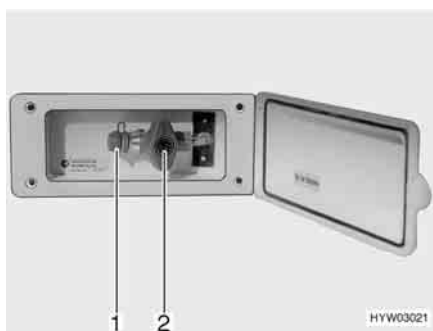

Fig. 95 Presa gas esterna, rubinetto di arresto del gas chiuso
La presa gas esterna (Fig. 95) si trova, a seconda del modello, nella parte posteriore o sul lato destro o sinistro del veicolo.
- Collegare l'apparecchio a gas esterno all'attacco (Fig. 95,1).
- Aprire il rubinetto di arresto del gas (Fig. 95,2).